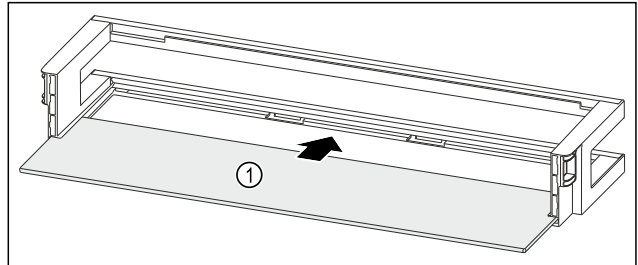

Fig. 98 Türabsteller mit Abstellfläche
- Abstellfläche Fig. 98 (1) in die seitlichen Aussparungen einschieben.